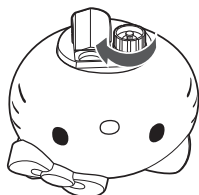

Рис. 5
4. Убедитесь в плотной фиксации крышки резервуара. Плотно закрутите крышку по часовой стрелке (рис. 5). Неплотная фиксация крышки приводит к протеканию воды.